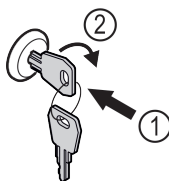

Fig. 180
- Klíč zasuňte dovnitř. Fig. 180 (1)
- Otáčejte klíčem o 90° ve směru hodinových ručiček. Fig. 180 (2)